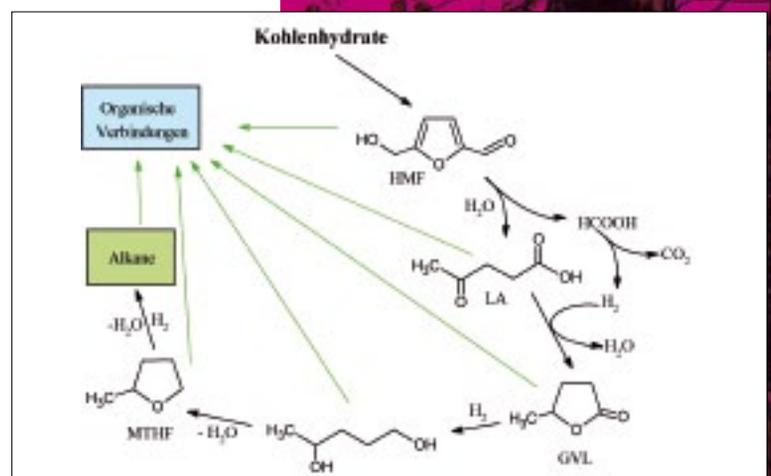

Abb. 2 Reaktionspfad von Kohlenhydraten über γ-Valerolacton zu Treibstoffen und Chemikalien
γ-Valerolacton (GVL) ist eine auch natürlich in Früchten vorkommende Substanz und wird als Zusatzstoff in Nahrungsmitteln verwendet. Die Substanz erfüllt nach Untersuchungen der Arbeitsgruppe von I. T. Horváth (Green. Chem. 2008, 10, 238-242) die meisten Bedingungen für eine umweltverträgliche Substanz. Im größeren Mengen wird GVL aus HMF über die Zwischenstufe Lävulinsäure (LA) hergestellt. GVL kann leicht und sicher gelagert werden, besitzt einen niedrigen Schmelz- und einen hohen Siedepunkt, einen bemerkenswert niedrigen Dampfdruck und ist mit Wasser mischbar, sodass der biologische Abbau leicht möglich ist. Die Eignung von GVL selbst als Treibstoff oder als Additiv ist bisher noch nicht untersucht worden, doch eröffnen sich über homogene und heterogene Katalyse Reaktionswege zu verschiedenen sauerstoffhaltigen C-5-Körpern und Alkanen (Abb. 2).